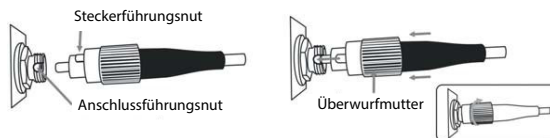

Bild 4: Installationsbeispiel für den AOE quatro bzw. AOE quad
1. Verbinden Sie das optische LNB und den AOE Konverter mit einem vorkonfektionierten, optischen Anschlusskabel (FC/PC Stecker). Beachten Sie, das Steckerführungsnut und Anschlussführungsnut ineinandergreifen müssen (vgl. Bild 4).